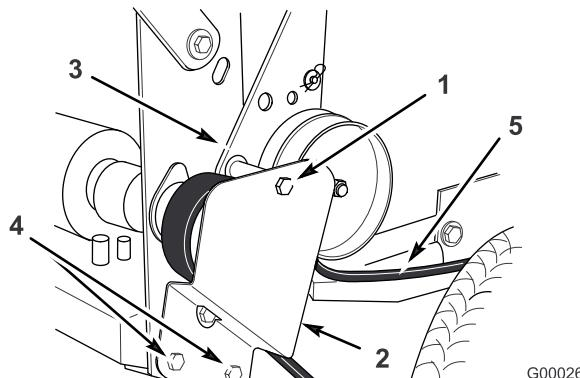

Figure 42
- Enlevez la vis de fixation supérieure du support et de la patte de la poulie de tension au bâti arrière (Figure 42).
- Desserrez suffisamment les deux vis de fixation inférieures pour permettre à la courroie de passer entre la poulie d' entraînement et le support de la poulie de tension (Figure 42).
- Montez la vis de fixation supérieure du support et de la patte de la poulie de tension au bâti arrière (Figure 42).
- Serrez suffisamment les deux vis de fixation inférieures pour permettre à la courroie de passer entre la poulie d'entraînement et le support de la poulie de tension (Figure 42).